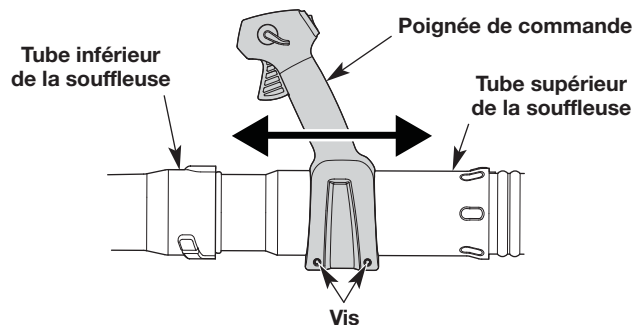

Fig. 6
1. Déplacez la poignée de commande à l'endroit sur le tube supérieur de la souffeuse qui fournit la meilleure adhérence (Fig. 6).
2. Au moyen d'un tournevis Torx T-20®, serrez les deux vis de la poignée de commande jusqu'à ce que la poignée de commande soit bien sécurisée (Fig. 6).